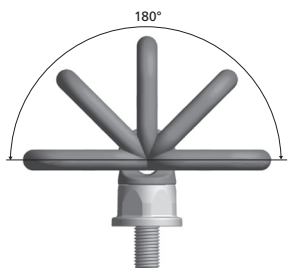
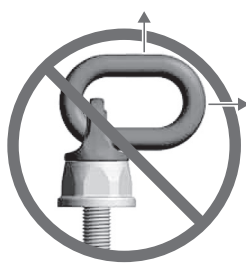

Figura 1: consentito
Figura 2: proibito
Altro: sebbene la base sia provvista di sfere e sia girevole di 360°, prima dell'impiego è necessario posizionare l'anello nella direzione del tiro (figura 1). Questo vale in particolare per brache a più bracci. Con un anello non allineato (carico proibito secondo la figura 2) la base dell'anello potrebbe ruotare improvvisamente sotto carico e comportare un rischio elevato per il carico e/o le persone.
- Caricare i punti di sollevamento nella direzione specificata (vedere figura 1) considerando il carico di lavoro in base alla tabella.
- La direzione del tiro non è conforme alla figura 1.
- Il punto di sollevamento lavora a contatto con gli spigoli o le superfici come da figura 2.